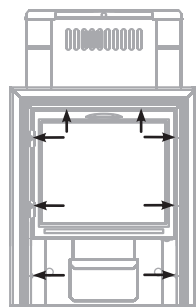

Рисунок 5. Винты для демонтажа дверки при монтаже печи «Ангара Витра 2012»
- 1) открутить саморезы 8 шт., которыми прикрепляется дверка с рамкой к топливному каналу и снять ее; (см. рисунок 5)